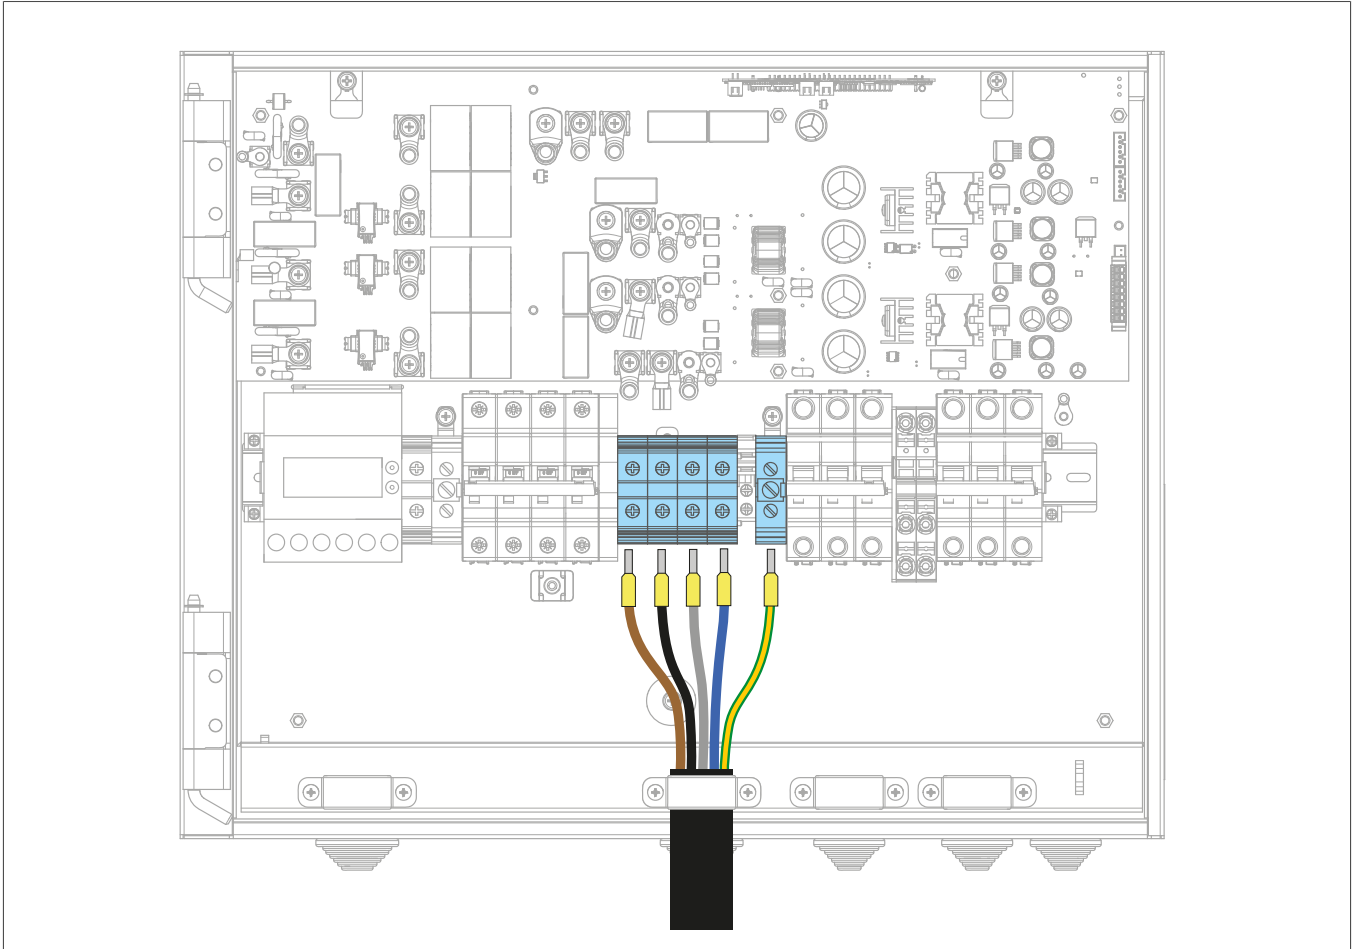

Bild 27: Anschluss der Unterverteilung des Hauses
- 5 Die Adern auflegen (siehe Bild 27).